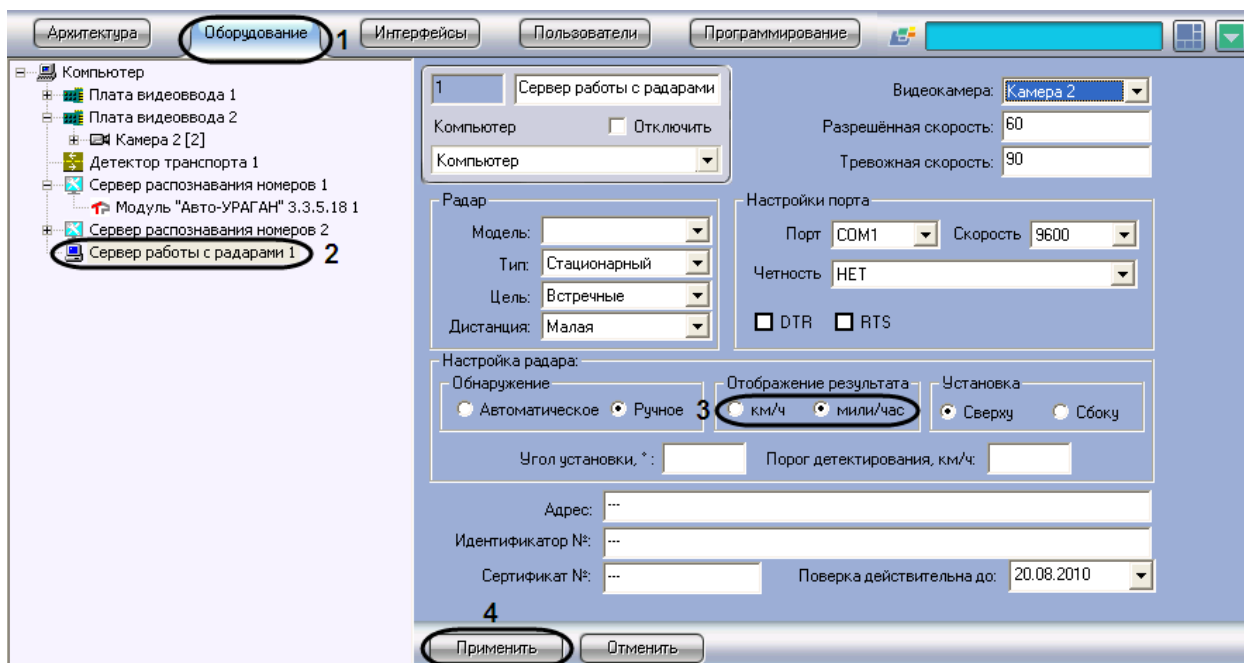

Рис. 7.3-10. Настройка вывода данных о скорости движения транспортного средства
1. В диалоговом окне «Настройка системы» перейти на вкладку «Оборудование» (см. Рис. 7.3-10, 1).
2. В дереве объектов на вкладке «Оборудование» выбрать объект «Сервер работы с радарными», соответствующий настраиваемому программному модулю «Радар» (см. Рис. 7.3-10, 2). В правой части вкладки «Оборудование» отобразится панель настройки выбранного объекта.
3. В панели «Отображение» выбрать единицу измерения, с которой данные о скорости движения транспортного средства передаются в программный комплекс «Авто-Интеллект» (см. Рис. 7.3-10, 3).
4. Нажать кнопку «Применить» (см. Рис. 7.3-10, 4).